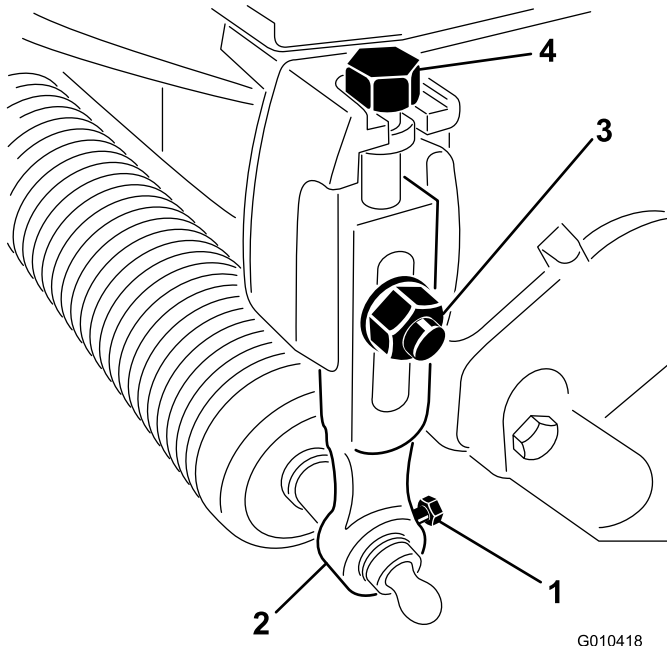

Figura 1
2. Afloje los pernos que sujetan cada extremo del rodillo delantero a los brazos de ajuste de la altura de corte (Figura 1).
3. Retire los pernos de cuello cuadrado, las arandelas y las contratuercas que sujetan los brazos de ajuste de la altura de corte a cada unidad de corte, y retire los brazos de ajuste de la altura de corte y el conjunto del rodillo (Figura 1).
4. Retire los pernos de ajuste de la altura de corte de los brazos de ajuste de la altura de corte (Figura 1).